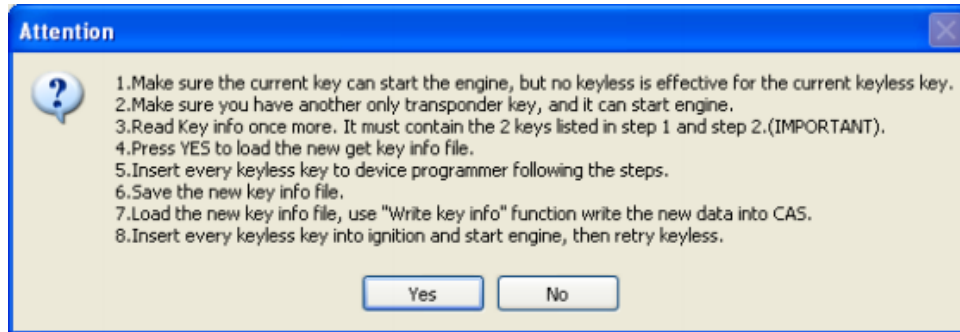

IMAGEN 5.3
- **Repair Keyless Key:** Si la llave de presencia no tiene la función inteligente después de encender el motor, puede tratar de repararla con esta función. Los detalles de la operación están en la **(IMAGEN 5.3)**. Atención: Debe de tener una llave regular que pueda encender el motor.